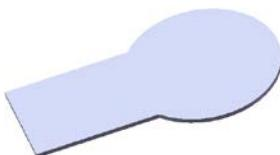
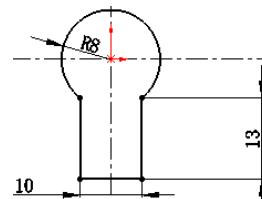

图 8.9 基体一法兰 1
图 8.10 横断面草图
Step2. 创建图 8.9 所示的钣金基础特征——基体一法兰 1。
- (1) 选择命令。选择下拉菜单 **插入(I)** → **钣金(B)** → **基体法兰(B)...** 命令（或单击“钣金”工具栏上的“基体法兰/薄片”按钮 ）。
- (2) 定义特征的横断面草图。
- ① 定义草图平面。选取前视基准面作为草图平面。
② 定义横断面草图。在草图环境中绘制图 8.10 所示的横断面草图。
③ 选择下拉菜单 **插入(I)** → **退出草图** 命令，退出草图环境，此时系统弹出“基体法兰”对话框。
(3) 定义钣金参数属性。
① 定义钣金参数。在 **钣金参数(S)** 区域的 **厚度(T)** 文本框中输入厚度值 0.5。
② 定义钣金折弯系数。在 **折弯系数(A)** 区域的下拉列表中选择 **K 因子** 选项，把文本框 **K** 的因子系数改为 0.4。
③ 定义钣金自动切释放槽类型。在 **自动切释放槽(I)** 区域的下拉列表中选择 **矩形** 选项，选中 **使用释放槽比例(A)** 复选框，在 **比例(B):** 文本框中输入比例系数 0.5。
(4) 单击 **确定** 按钮，完成基体一法兰 1 的创建。